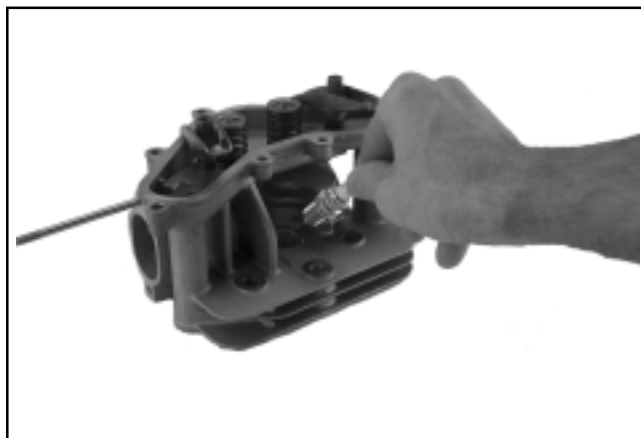

Figura 8-32. Desmontaje de la bujía.
- Desmonte la bujía. Ver Figura 8-32.